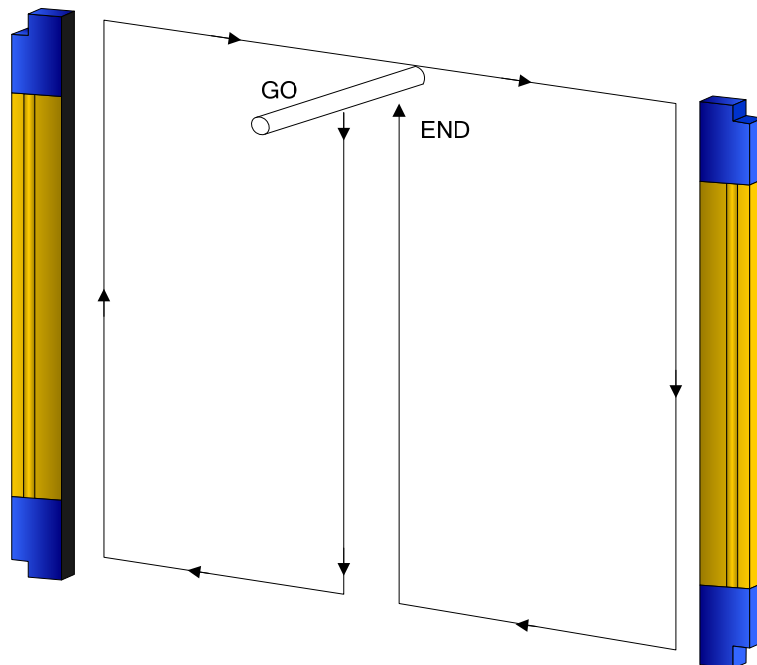

Abb. 16 – Führungsweg des Test Piece
- die ESPE im SICHERHEITSSTATUS verweilt und die Strahlen auf dem gesamten Schutzfeldbereich mit einem angemessenen „Test Piece“ (Prüfstab) (TP-30), gemäß dem Schema auf Abb. 16 unterbrochen werden.